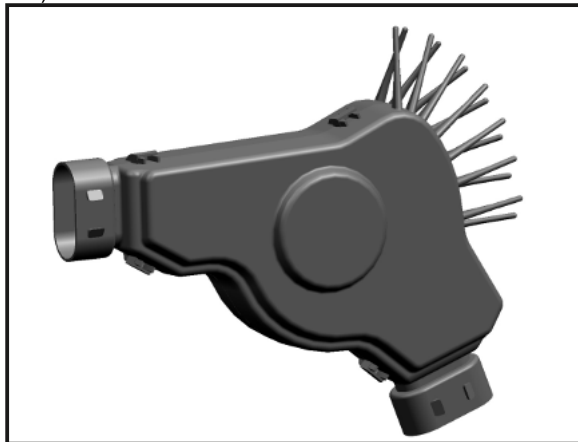

Рис. 2.
5.2.1. Футляр состоит из двух частей, с защелкивающимся типом соединения. (Рис. 2).